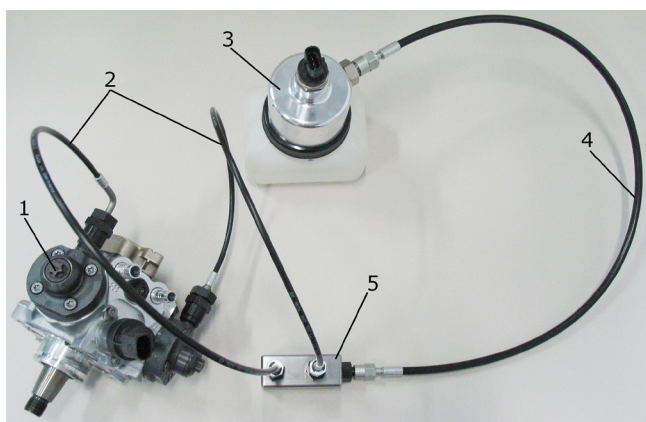

Abb. 14: Przykład podłączenia do pompy wysokociśnieniowej Common Rail CP4.2
1. Przyłączyć wysokociśnieniowe pompy CP 4.2 (rys. 14, poz. 1) i szyny zbiorczej (rys. 14, poz. 5) czarnymi węzami 60 MPa (rys. 14, poz. 2) i poprowadzić je wspólnie z odpowiednim adapterem przyłączeniowym, kątownikiem, nakrętką i pierścieniem dociskowym (gwint lewoskrętny).
3. Podłączyć szynę zbiorczą (rys. 14, poz. 5) czarnym węz 60 MPa (rys. 14, poz. 4) do modułu rejestracji ciśnienia (rys. 14, poz. 3).
5. Podłączyć wąż 180 MPa do rejestratora ciśnienia (rys. 14, poz. 5).